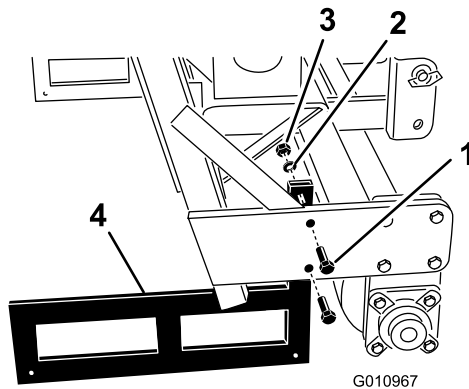

Figure 32
2. Enlevez les boulons et écrous qui fixent les supports de rangement à chaque extrémité de l'aérateur (Figure 32).